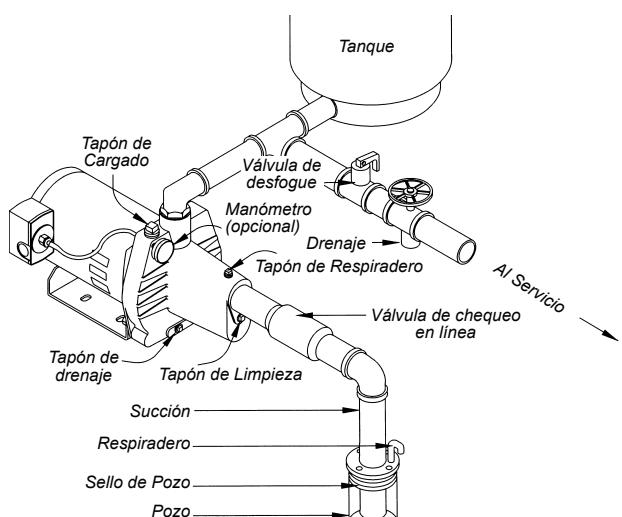

Fig. 2b POZO POCO PROFUNDO (CON VÁLVULA DE CHEQUEO EN LÍNEA HORIZONTAL)
- b) **Tubería de Aspiración:** Se recomienda se use solamente una tubería o manguera nueva, limpia, de $1\frac{1}{4}$ pulgadas. Si la bomba se instala a una distancia apreciable de la fuente de agua, la tubería de aspiración se debe aumentar a $1\frac{1}{2}$ pulgadas. Las tuberías largas horizontales deben inclinarse gradualmente hacia arriba desde la fuente de agua hacia la bomba para evitar burbujas de aire en la tubería. Se debe usar un compuesto o pegamento para todas las roscas de las uniones de las tuberías, y todas las conexiones se deben ajustar completamente. **Se debe instalar una válvula de pie** y se debe revisar su funcionamiento, ya que una fuga prevendría el adecuado funcionamiento del sistema. Asegúrese que la válvula de pie esté ubicada de tal manera que esté sumergida en todo momento. Si se usa una base al fondo del pozo, o si es un pozo guiado, instale una válvula de chequeo junto a la aspiración de bomba en lugar de la válvula de pie (fig. 2b). **Todas las instalaciones deben tener una válvula de pie o una válvula de chequeo en la tubería de succión.**